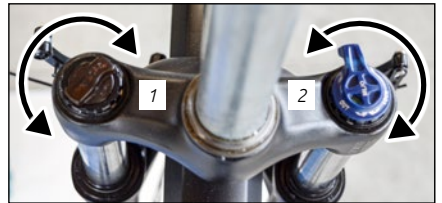

Abb.:34 (exemplarisch)
1. Um die Federvorspannung (siehe „Abb.:34 (1)“) der Gabel einzustellen, drehen Sie an der Schraube (siehe „Abb.:35“) der Gabelbrücke.
Die Lockout-Funktion (siehe „Abb.:34 (2)“) blockiert den Federweg der Gabel komplett. Dies kann dann hilfreich sein, wenn Sie mit hohem Krafteinsatz bergauf fahren oder auf gut befestigten Wegen unterwegs sind.